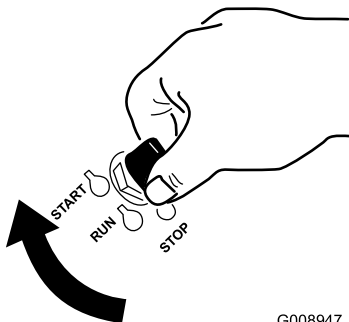

Figure 25
6. Tournez la clé de contact à la position de DÉMARRAGE (Figure 25).